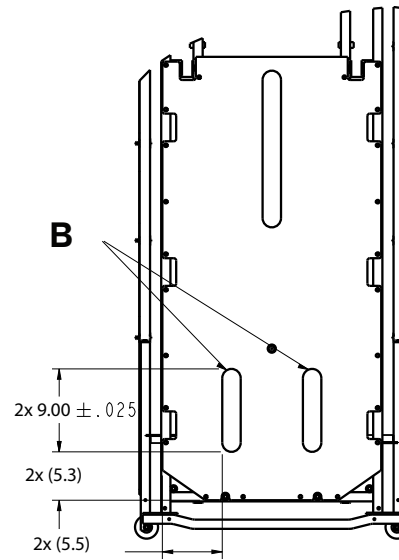

Figura 2 – Aplicación del Velcro® al extremo de los pies
9. Repita los pasos 1-8 para cambiar el **Velcro®** (B) en el extremo de los pies (Figura 2).